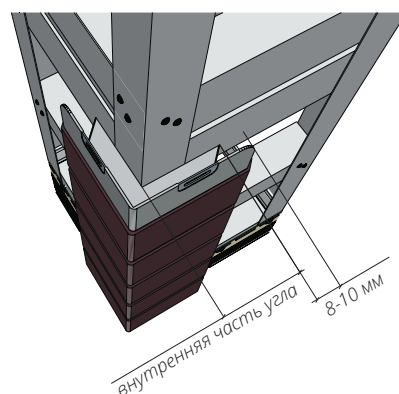

Рисунок 90
- 17.3** Фактурные наружные углы можно монтировать как до так и после монтажа фасадных панелей. Для определения, на каком расстоянии от края обрешетки будет монтироваться подрезанная панель с левой и правой стороны стены, приложите и размете куда приходит внутренняя часть угла (Рис. 90), прибавьте к этому расстоянию зазор 8-10 мм на тепловое расширение панели.